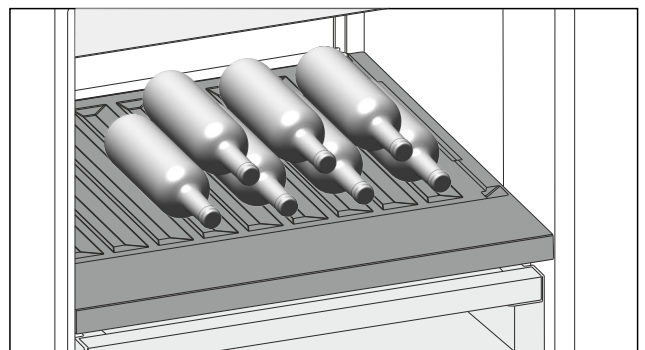

Fig. 142
- ▶ Flaschen mit dem Boden nach hinten zur Rückwand einlegen. (siehe Fig. 142)